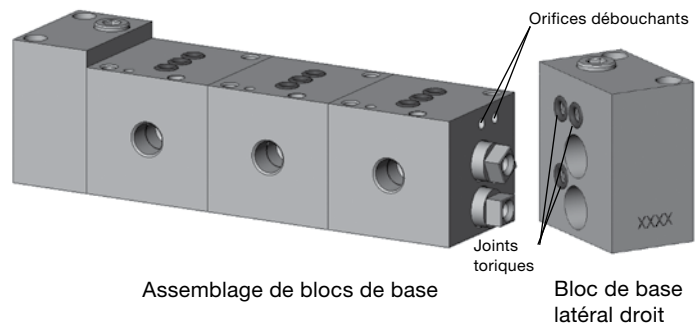

Fig. 3
- Assemblez un **bloc de base latéral droit**, en alignant les **joints toriques** (9-007) du bloc de base latéral droit avec les orifices débouchants du dernier bloc de base. Vissez les vis inserts du bloc de base latéral droit dans les inserts du bloc de base, et serrez à un couple compris entre 4,0 et 5,1 N·m (35 et 45 po·lb) à l'aide d'une clé dynamométrique hexagonale traversant le bloc de base latéral. Voir la figure 3.